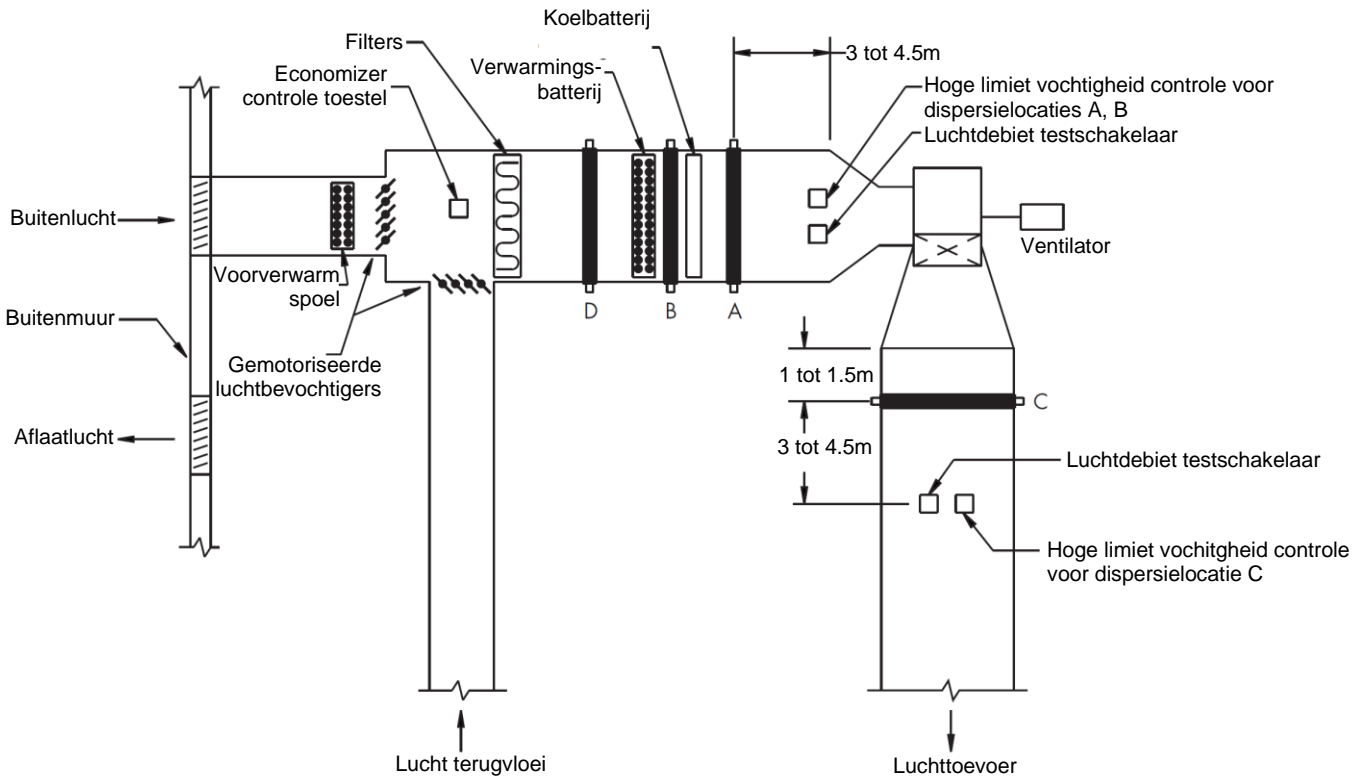

Fig. 4 Plaatsing van het dispersiegeheel in een luchtbehandelingssysteem
2.3.2. Montage in luchtkanaal (Fig. 4)
Om oversaturatie te voorkomen, gebruik een hoge limiet (in het kanaal gemonteerde) hygrostaat (Fig. 4). Monteer dit 3 tot 4.5m stroomafwaarts van het Ultra-sorb paneel en stel het in op 80 tot 90% RH.